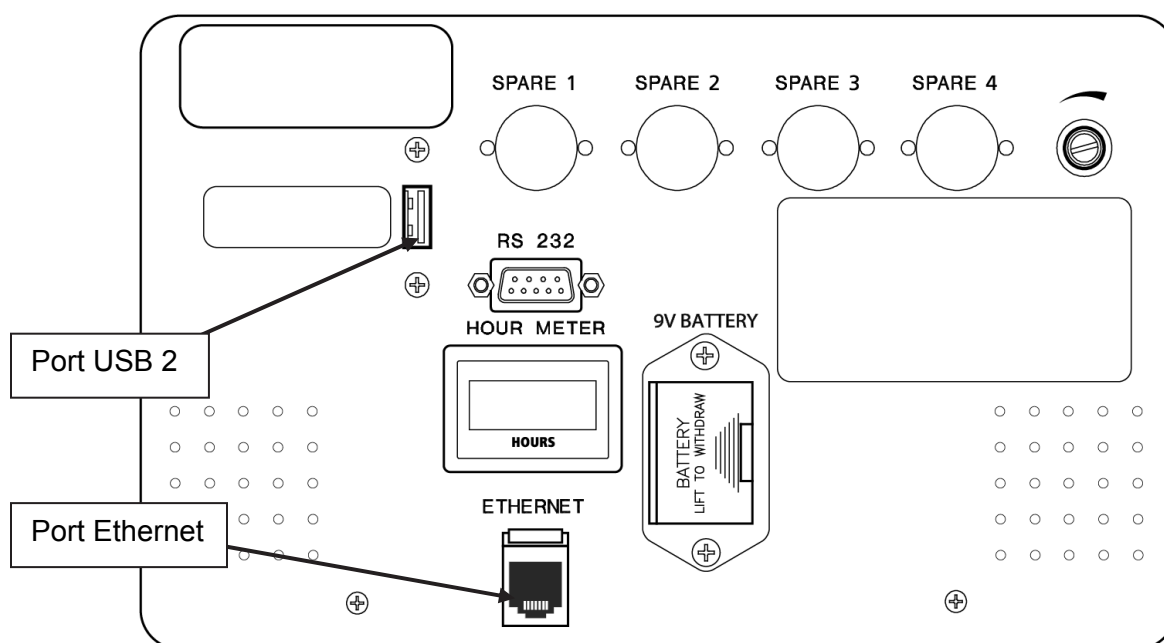

Figure 74 – Accès de l'ordinateur CDX au panneau arrière
Le port USB 2 est situé au panneau arrière de l'appareil (reportez-vous à la Figure 74). Il permet d'accéder au système CDX. De plus, le panneau arrière comporte un port Ethernet pour l'ordinateur CDX.
- Amorcez à partir d'une clé USB, avec système d'exploitation installé, branchée dans le port USB du panneau arrière (reportez-vous à la Figure 74).